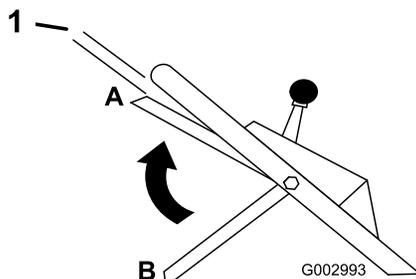

Figura 18
10. Levante la barra de control de la cuchilla hasta 2,5 cm (1 pulg.) aproximadamente del manillar; consulte la posición A en Figura 18.